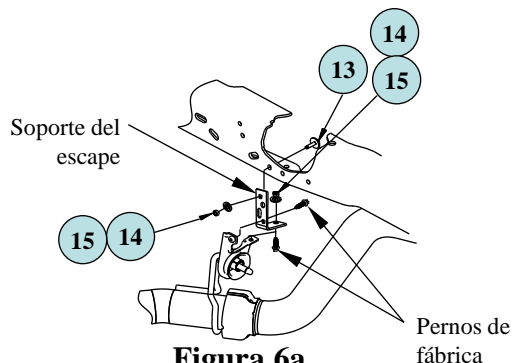

Figura 6a
20. Si el espacio entre el tubo de escape y los travesaños es inferior a 1/2", se debe usar el soporte del escape provistos en el kit de montaje 4449 (Ver la Figura 6a y 6b). Para la unión posterior (Figura 6a), sujetar la extensión del soporte provisto al soporte de fábrica con los pernos M8 de fábrica, luego sujetar la extensión al bastidor con las piezas suministradas. Volver a instalar el soporte del escape al frente del eje al travesaño del bastidor con espaciadores de 3/8" colocados entre el soporte y el travesaño.